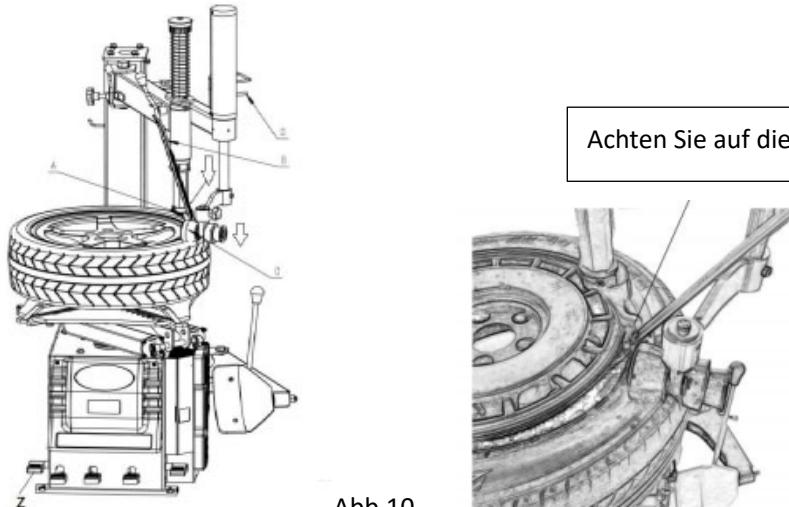

Abb.10
- Bewegen Sie den Montage-/Demontagekopf A an den Rand der Felge, lassen Sie die Druckrolle auf den Reifenwulst, ziehen Sie den Schalter D nach unten, und die Druckrolle drückt den Reifenwulst nach unten. Führen Sie den Hebel B in die ballförmige Erhebung des Montage-/Demontagekopfs ein (wie in Abb.10 dargestellt).